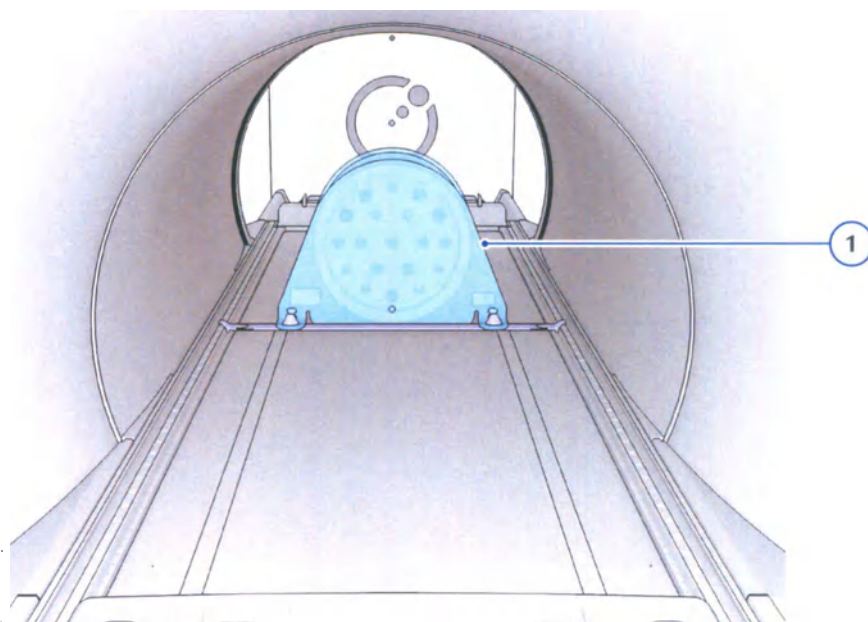

Рис. 7.43 Фантом для контроля совмещения МР и МВ полей в изоцентре
- (1) Фантом для контроля совмещения (2) Разметочная планка МР- и МВ-полей
- (3) Гнездо 25
- d Установите разметочную планку (2) в гнездо 25 (3).
- e Убедитесь в том, что передняя часть фантома для контроля совмещения МР и МВ полей (1) направлена в противоположную сторону от отверстия туннеля. На лицевой части фантома для контроля совмещения МР- и МВ-полей нанесены метки. Прикрепите две передние ножки фантома для контроля совмещения МР и МВ полей (1) на разметочную планку (2).
Стол переместится в туннель и автоматически остановится на заданном положении на отметке 205,6 см. Фантом для контроля совмещения МР и МВ полей находится в изоцентре (1) (см. Рис. 7.43).